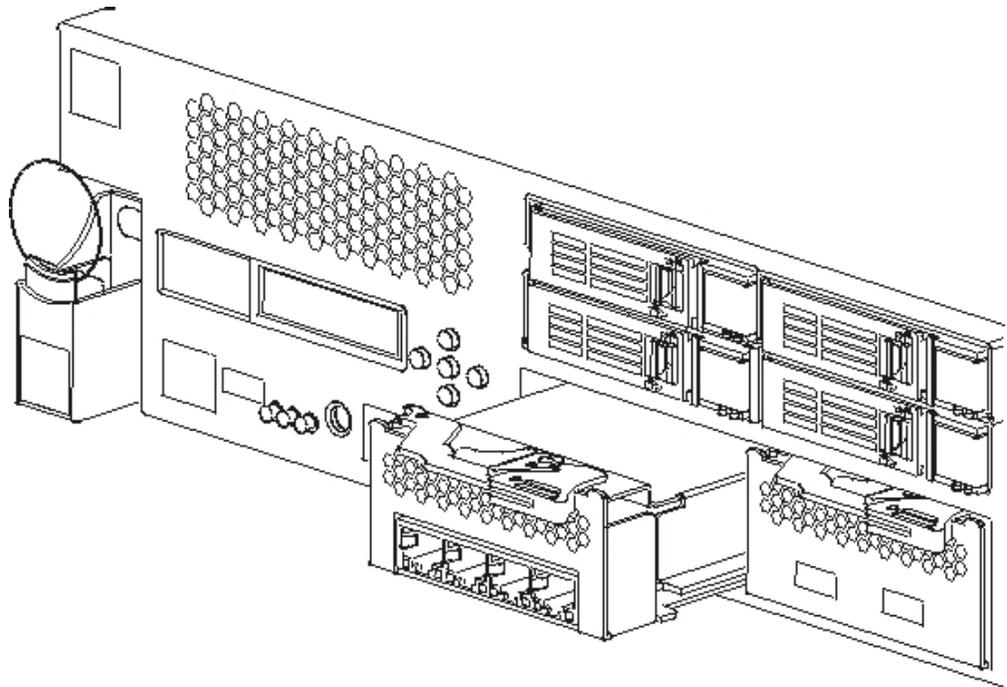

Figure 18. Retrait d'un module Ethernet
- Tirez le levier vers vous pour dégager les modules Ethernet, comme illustré dans la figure 18.